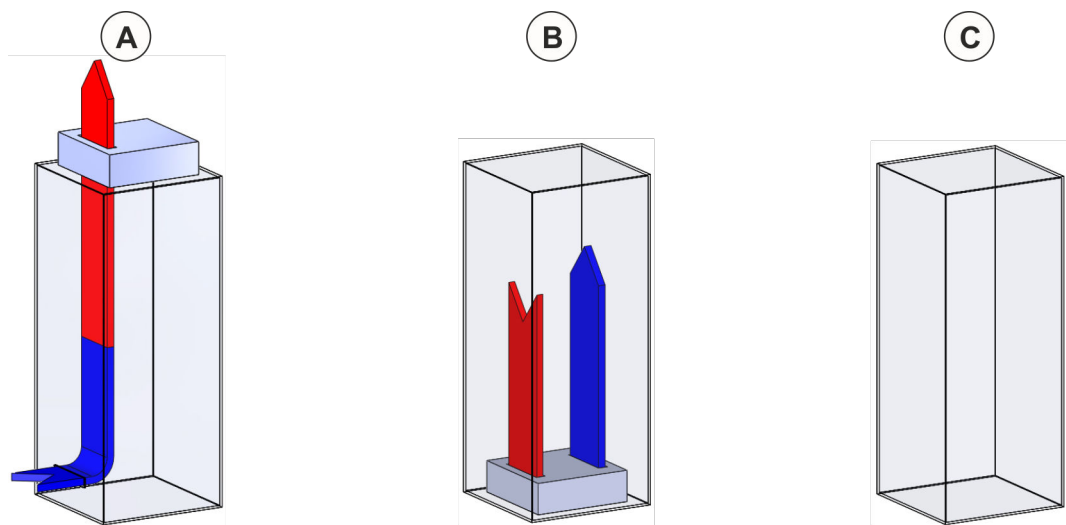

Fig. 17: Circuito de refrigeración del armario de distribución
- Uso exclusivo en armarios cerrados. Si se instalan aparatos de refrigeración, asegurarse de que no se produce intercambio de aire con el aire ambiente (Fig. 17).